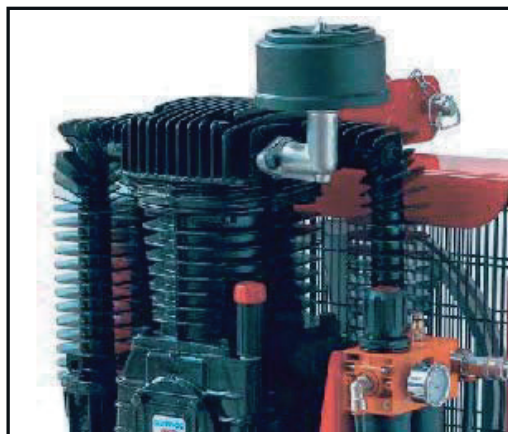
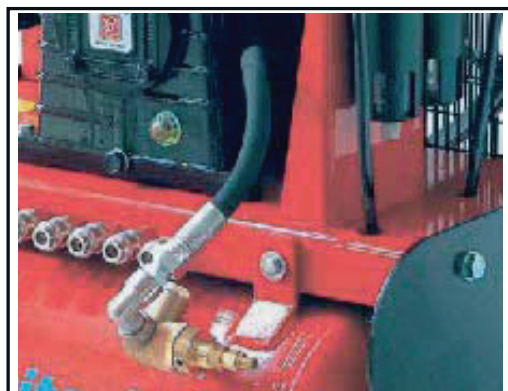
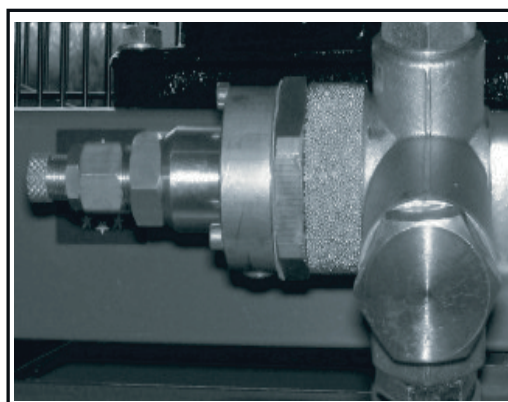

fig. 10
fig. 11
fig. 12
- Evitare di toccare le superfici bollenti come il tubo di collegamento (fig.10), la testata (fig.11), e la valvola pilota (fig.12).